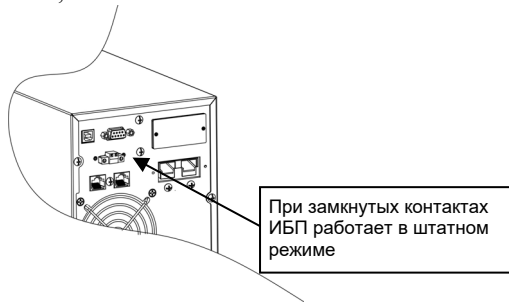

Рисунок 6 – Внешний вид порта дистанционного аварийного отключения (EPO), расположенного на задней панели ИБП
- ИБП оснащен портом дистанционного аварийного отключения EPO (Emergency Power Off) для мгновенного отключения выходного напряжения ИБП при возникновении аварийной ситуации (пожар, стихийное бедствие и т.п.). Порт EPO (рисунок 6) является портом безопасного сверхнизкого напряжения (SELV – Safety Extra Low Voltage). Цепи, подключенные к порту EPO должны быть изолированы от всех первичных цепей. Подключите к контактам соединителя EPO управляющий выключатель с нормально замкнутыми контактами;